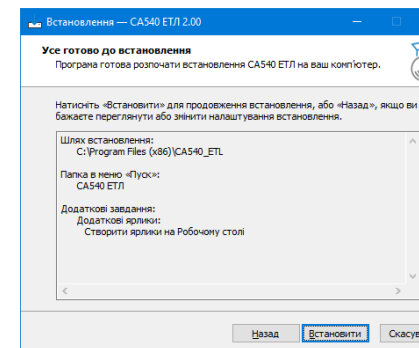
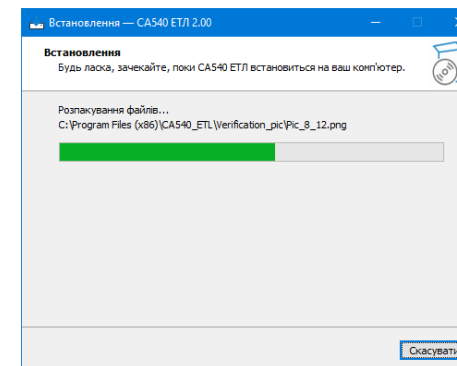

Рисунок 8.5
Рисунок 8.6
5) На екрані з'явиться вікно (рисунок 8.5). Для продовження натисніть **Встановити**. На екрані з'явиться вікно, що демонструє динаміку процесу встановлення програми (рисунок 8.6).